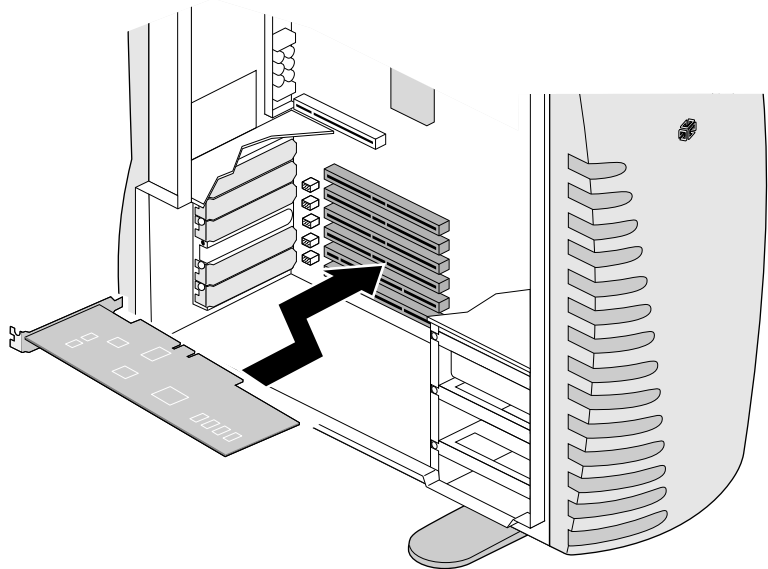

Figura 5-3 Inserindo a placa PCI
9. Coloque a placa PCI invertida, de modo que o conector fique à esquerda. Veja a Figura 5-3.